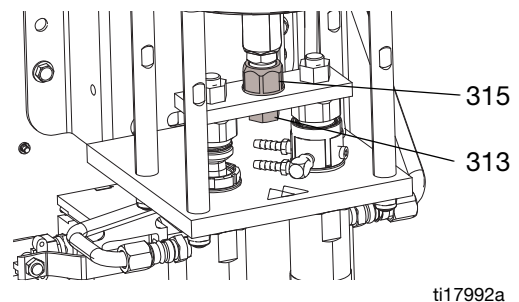

FIG. 1
7. Utilizzare una chiave per tenere in posizione l'asta del pistone e rimuovere l'adattatore (315) con un'altra chiave. Vedere FIG. 1, pagina 26.
1. Applicare il frenafiletti blu di media resistenza sull'adattatore (315). Utilizzare una chiave per tenere in posizione l'asta del pistone e installare l'adattatore (315) con un'altra chiave. Serrare alla coppia di 43-51 N•m (32-38 piedi per libbre). Vedere FIG. 1.